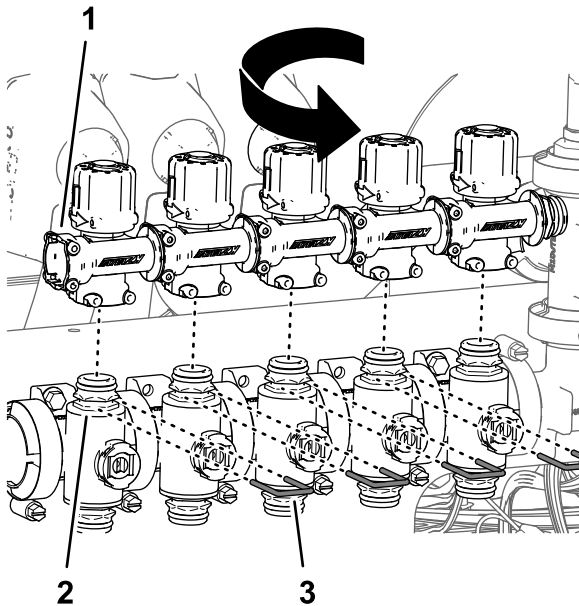

Figura 102
6. Gire las válvulas de desvío 180° y móntelas en los acoplamientos rápidos de las válvulas de sección (Figura 102).
7. Sujete las válvulas de desvío a las válvulas de sección con las horquillas de retención (Figura 102) que retiró en el paso 4.
9. Monte los tapones en los acoplamientos rápidos de las válvulas de desvío de las válvulas de boquilla 5 y 6 con las horquillas de retención suministradas con los tapones (Figura 102).